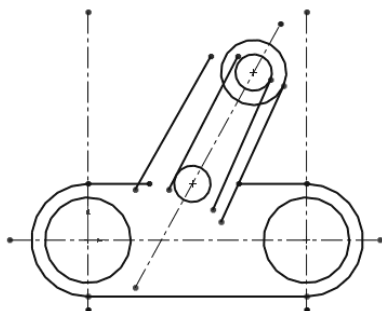

图 2-31 添加相等约束 2
② 同上步骤，分别使两圆弧和两小圆相等，结果如图 2-31 所示。